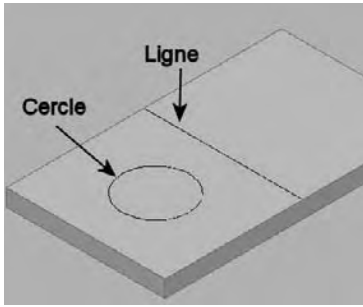

Fig.3.41
- 2] Délimitez les zones. Par exemple à l'aide d'un cercle et d'une ligne (fig.3.41).